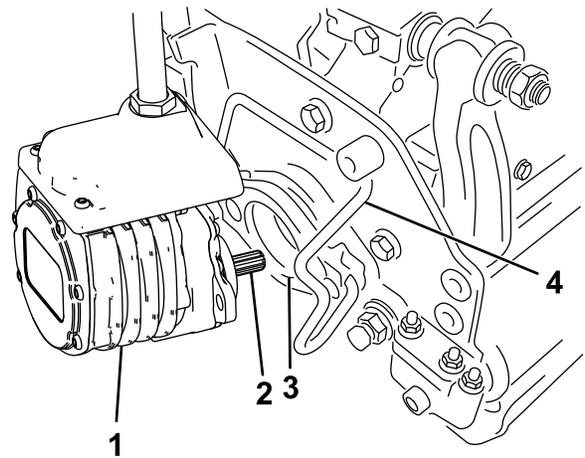

Рисунок 53
6. Нанесите на шлицевой вал электродвигателя режущего блока чистую консистентную смазку (Рисунок 53).
7. Вставьте электродвигатель в левую сторону режущего блока (если смотреть со стороны оператора) и тяните фиксатор электродвигателя на режущем блоке в сторону электродвигателя до тех пор, пока не услышите щелчок с обеих сторон электродвигателя (Рисунок 53).